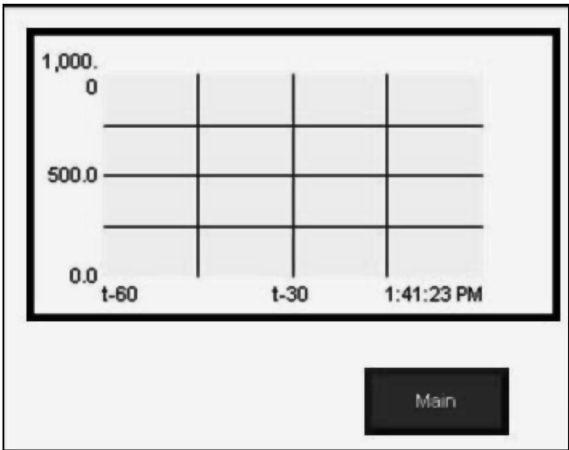

图 6-40 完成后的趋势图界面
- 3) 创建跳转至主界面控件。完成后的趋势图界面如图 6-40 所示。